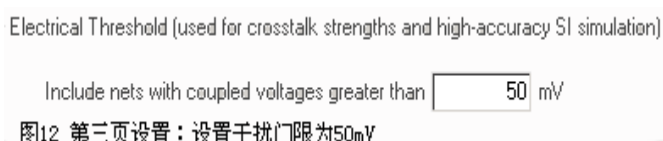

图12 第三页设置：设置干扰门限为50mV
- 4) 再次点击 Next，出现第三页。在此设置电气门限：50mV。（图 12）